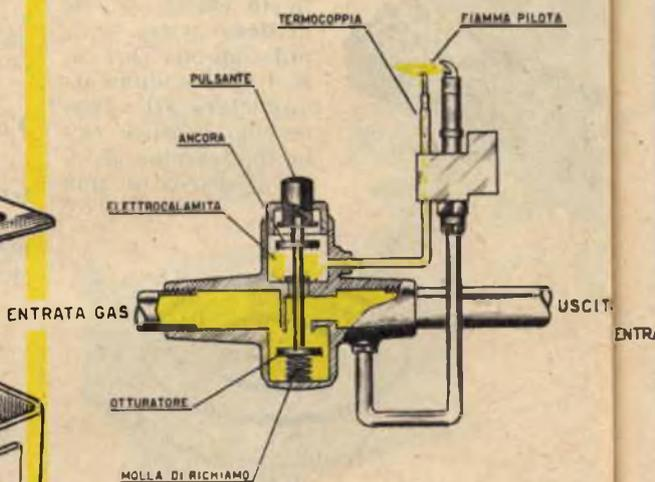

Fig. 10
**Fig. 10 e 11 - L'impiego della valvola pilota è certamente consigliabile per evitare i pericoli che possono derivare dall'uso del gas sì che ne derivi assoluta sicurezza per le persone.**
mettendo in funzione l'elettrocalamita. A questo punto, non è più necessario premere il pulsante (fig. 10).